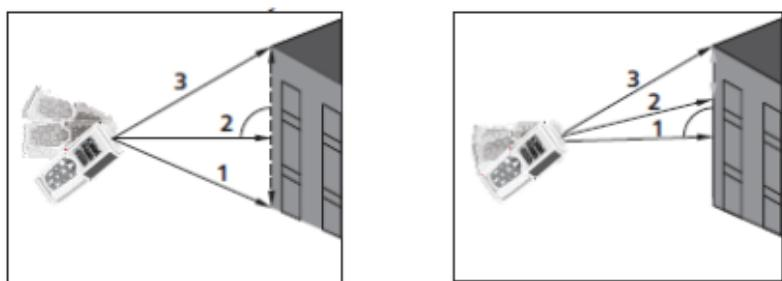

Fig. 8: Exemplos de medições Indiretas com 3 pontos
3. Colocar o instrumento no ponto mais baixo (1) da medição (ver Fig. 8) e premir o botão
4. Colocar o instrumento na posição mais horizontal possível (2) da medição (ver Fig. 8) e premir o botão MEAS para efetuar a medição. O resultado é apresentado no segundo display parcial. O símbolo “” é apresentado no display com o lado “3” intermitente
5. Colocar o instrumento no ponto mais alto (3) da medição (ver Fig. 8) e premir o botão MEAS para efetuar a medição